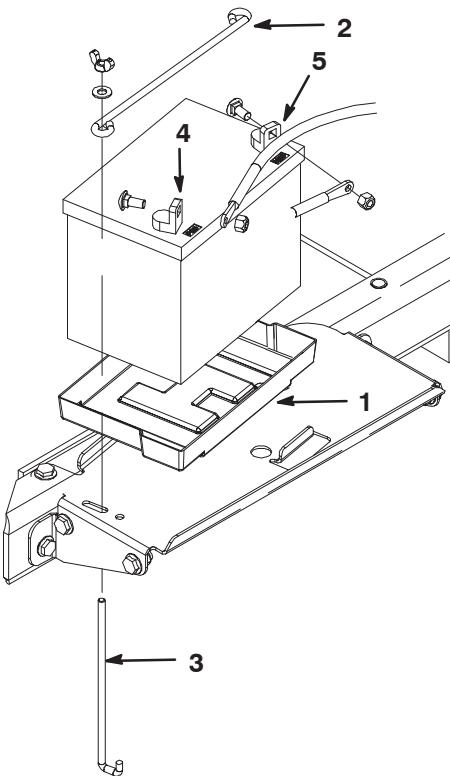

Figure 5
- Insérez la batterie dans le support de son logement (Fig. 5) en veillant à tourner les bornes vers l'extérieur.
- Fixez la batterie au fond de son logement avec une tige horizontale et (2) tiges verticales, (2) rondelles plates et (2) écrous papillons (Fig. 5).
- Commencez par fixer le câble positif (rouge) à la borne positive (+) de la batterie au moyen d'un boulon et d'un écrou (Fig. 5). Fixez ensuite le câble négatif
(noir) à la borne négative (-) de la même manière (Fig. 5). Placez le capuchon protecteur sur la borne positive pour éviter les courts-circuits.